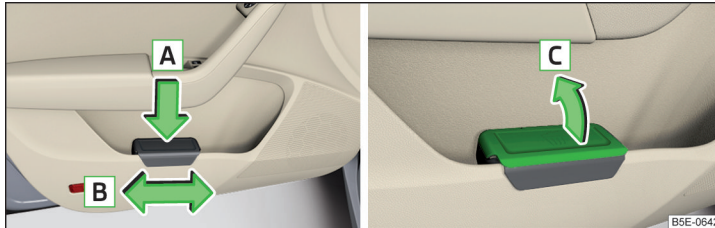

Abb. 101 **Abfallbehälter: einsetzen und verschieben / öffnen**
- › Den Abfallbehälter im hinteren Bereich in Pfeilrichtung **A** eindrücken » Abb. 101.
- › Den Abfallbehälter entgegen der Pfeilrichtung **A** herausnehmen » Abb. 101.
- › Den Deckel in Pfeilrichtung **C** anheben » Abb. 101.